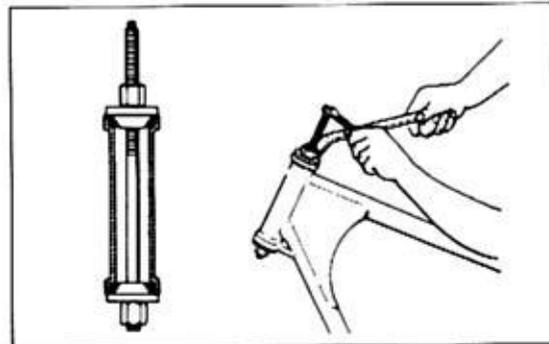

Bild 168
- In oberen und unteren Lenkkopflagersitz Lagerschale mit passendem Rundmaterial eintreiben. Darauf achten, dass Lagerschale nicht verkantet und so Lagersitz aufweitet. Besser Lager mit Gewindestange einziehen wie in Bild 168 gezeigt.